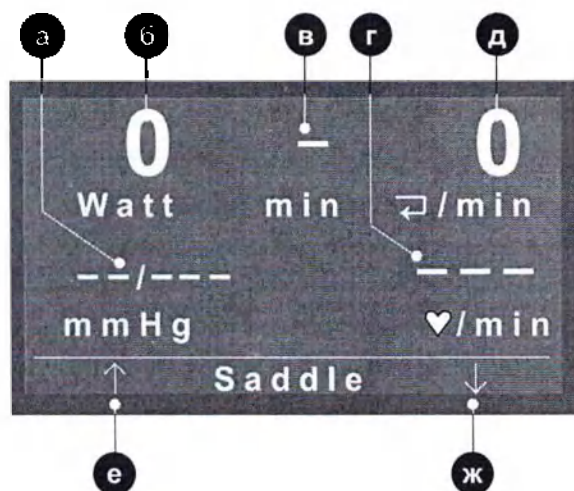

Рис. 4-8 Меню PC Mode (Режим ПК)
- В основном меню выберите режим работы, например PC Mode (Режим ПК) (рис. 4-8).